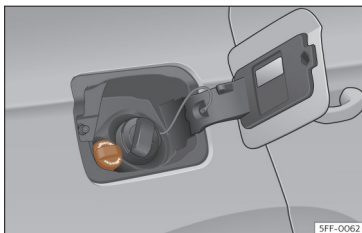

Fig. 204 Tampão do bocal de enchimento do reservatório do AdBlue.
- Abrir a tampa do depósito »» **Fig. 204**.
»» **Fig. 204.**